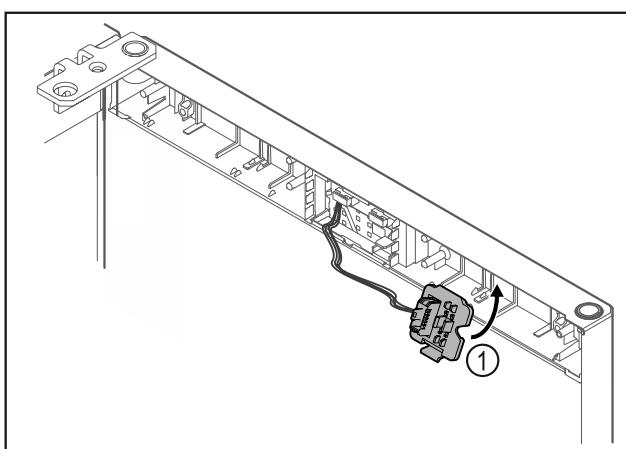

Fig. 22
► Zaistite držiak zástrčky Fig. 22 (1) na opačnej strane.